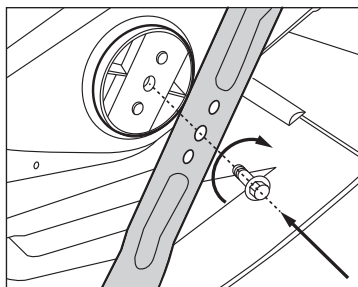

Рис. 13
- Закрепите новый нож болтом, подложив под него шайбу. Обратите внимание на то, чтобы нож был правильно ориентирован (рис. 13).